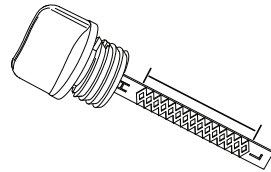

Figura 2-9. Rango de funcionamiento seguro
6. Consulte la Figura 2-9. Saque la varilla y compruebe que el nivel de aceite se encuentra dentro del rango de funcionamiento seguro.